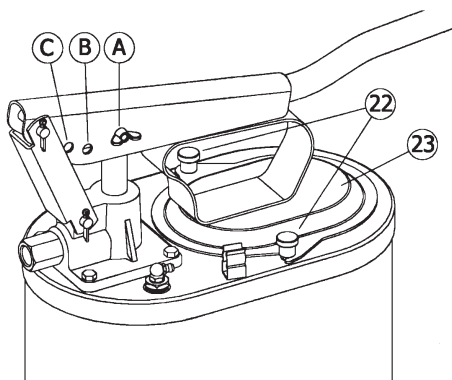

Fig. 2
1. Llene el depósito levantando la palanca, aflojando los tornillos moleteados (23) y deslizando la tapa (24) (fig. 2).